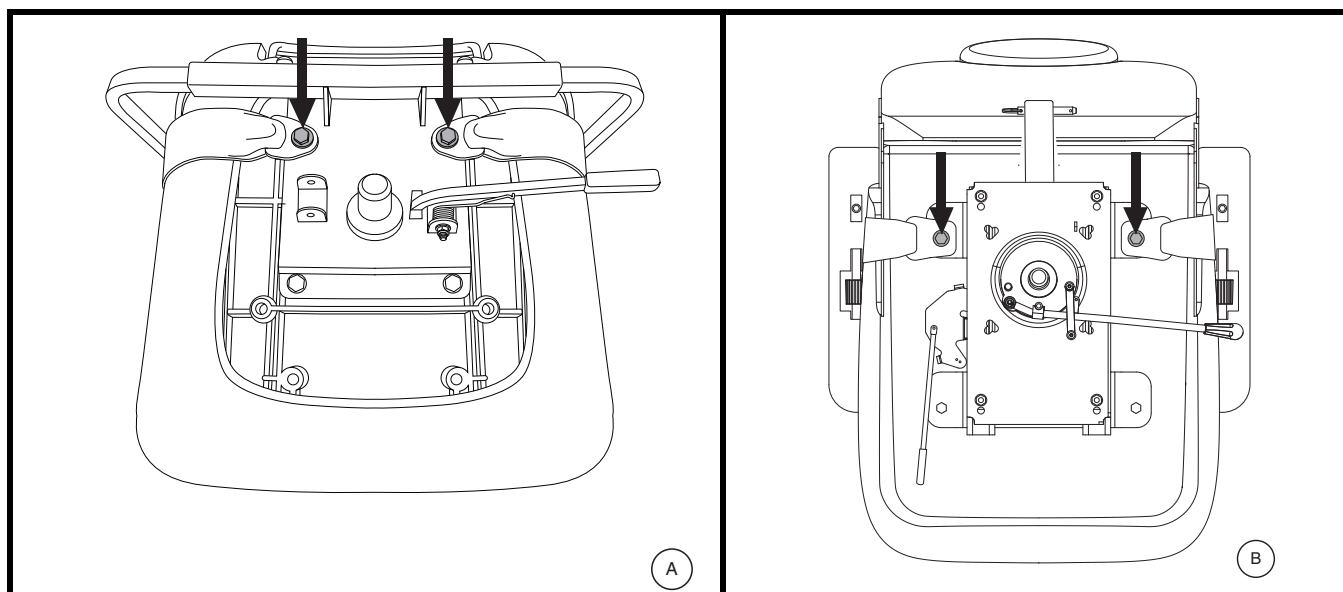

Figure 18. Boulons du Ceinture de positionnement
2. Placez le siège à l'envers pour faire face à sa base. **Voir la figure 18.**